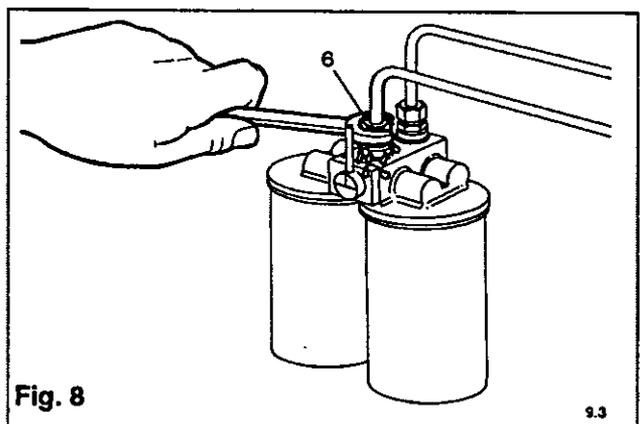

Fig. 8
Sur les moteurs équipés de système de filtre commutable, amorcer le système selon les indications ci-dessus, mais amorcer le filtre au niveau du raccord sur le même côté d'alimentation du moteur (6) Fig. 8 avant d'amorcer la rampe de combustible.